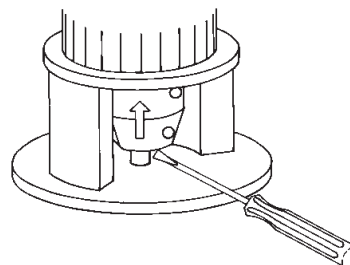

Рис. 13 Поднятие муфты и вала насоса
3. С помощью отвертки приподнимают (в направлении электродвигателя) муфту или вал насоса таким образом, чтобы произошло касание муфты вала насоса и электродвигателя, как показано на рис. 13. И затем опускают на половину хода.